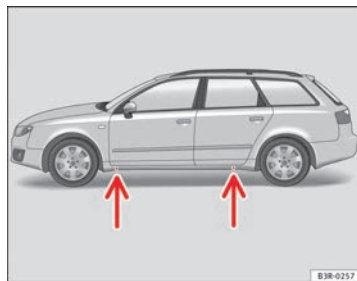

Fig. 197 Cambio de rueda: Puntos de apoyo del gato
- Busque en el larguero inferior el **punto de alojamiento** más cercano a la rueda pinchada ⇒ **fig. 197** -flechas-.
En el larguero inferior van marcados los lugares en los que se puede apoyar el gato ⇒ **fig. 197** -flechas-. Se ha previsto *un* lugar para cada rueda. El gato no debe colocarse en otros lugares.